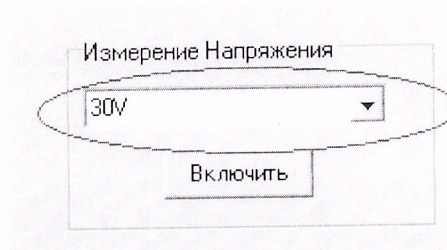

Рисунок 8.2
8.7.5.6 Выбрать значение опорного напряжения из выпадающего меню (рисунок 8.2).